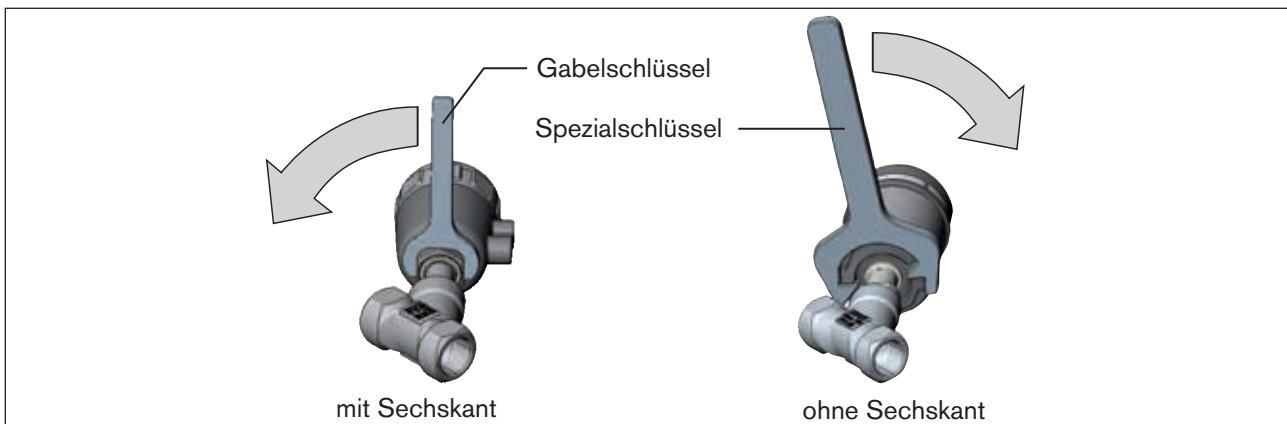

Bild 17: Drehen mit Speziesschlüssel / Gabelschlüssel
- ▶ Das Antriebsmodul **nur im vorgegebenen Richtungssinn** drehen (siehe „Bild 17“) !